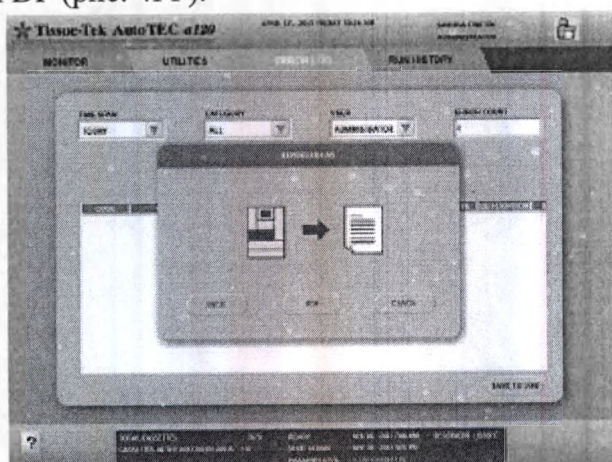

Рисунок 4FF
2. Чтобы сохранить, нажмите сохранить на USB, а затем выберите формат путем касания EXCEL или PDF (рис. 4FF).